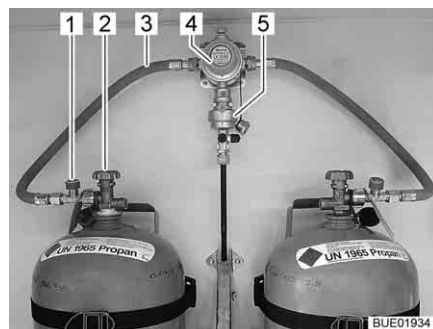
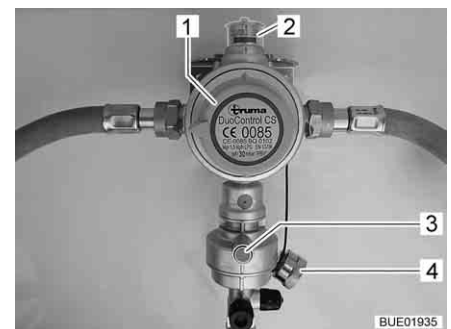

Fig. 76 Bombole del gas con DuoControl
Fig. 77 Impianto di regolazione DuoControl
L'impianto di regolazione DuoControl consiste in una valvola di commutazione (Fig. 76,4) e un sensore crash (Fig. 76,5). L'impianto di regolazione DuoControl è installato tra i tubi flessibili del gas (Fig. 76,3) con un dispositivo antirottura del tubo flessibile (Fig. 76,1). Con la manopola (Fig. 77,1) sulla valvola di commutazione è possibile stabilire quale delle bombole del gas viene utilizzata come bombola in uso e quale come bombola di riserva.
Nella finestra di controllo (Fig. 77,2) viene visualizzato lo stato del rifornimento di gas:
Il funzionamento con una sola bombola del gas è consentito, ma in questi casi il collegamento aperto deve essere assolutamente chiuso con una copertura cieca (Fig. 77,4).
**Sensore crash** Il sensore crash blocca l'alimentazione del gas in caso di forti vibrazioni (es. incidente). Il sensore crash viene azionato mediante pressione del tasto reset verde (Fig. 77,3).
**Dispositivo antirottura del tubo flessibile** Il dispositivo antirottura del tubo flessibile (Fig. 76,1) blocca il flusso di gas quando il tubo flessibile collegato si rompe. Il dispositivo antirottura del tubo flessibile deve essere attivato premendo il tasto verde.
**Centralina di controllo** Tramite la centralina di controllo (Fig. 78) è possibile attivare e disattivare l'alimentazione del gas tramite l'impianto di regolazione DuoControl. Le valvole principali di arresto (Fig. 76,2) delle bombole del gas e i rubinetti di arresto del gas degli apparecchi devono essere aperti manualmente.
- Con la manopola (Fig. 77,1) sulla valvola di commutazione selezionare la bombola del gas, da cui proviene la principale alimentazione del gas (bombola in uso). Girare la manopola fino all'arresto.
- Aprire le valvole principali di arresto (Fig. 76,2) delle bombole del gas.
- Premere il tasto verde del dispositivo antirottura del tubo flessibile (Fig. 76,1). Nella finestra di controllo (Fig. 77,2) viene visualizzato il simbolo verde.
- Chiudere le valvole principali di arresto (Fig. 76,2) delle bombole del gas.
Se la spia di controllo verde (Fig. 78,6) si spegne durante il funzionamento e la spia di controllo rossa (Fig. 78,5) si accende, significa che la bombola in uso è vuota e deve essere sostituita. Nella finestra di controllo (Fig. 77,2) viene visualizzato il simbolo rosso. La bombola di riserva continua ad alimentare le utenze a gas.
- Ruotare di mezzo giro la manopola (Fig. 77,1) in direzione della bombola del gas utilizzata. In questo modo questa bombola del gas ora è la bombola in uso, mentre la bombola del gas vuota diventa la bombola di riserva. Il simbolo nella finestra di controllo (Fig. 77,2) passa da rosso a verde.
- Chiudere la valvola principale di arresto (Fig. 76,2) della bombola del gas vuota. Osservare la direzione della freccia.
- Premere il tasto verde del dispositivo antirottura del tubo flessibile (Fig. 76,1).